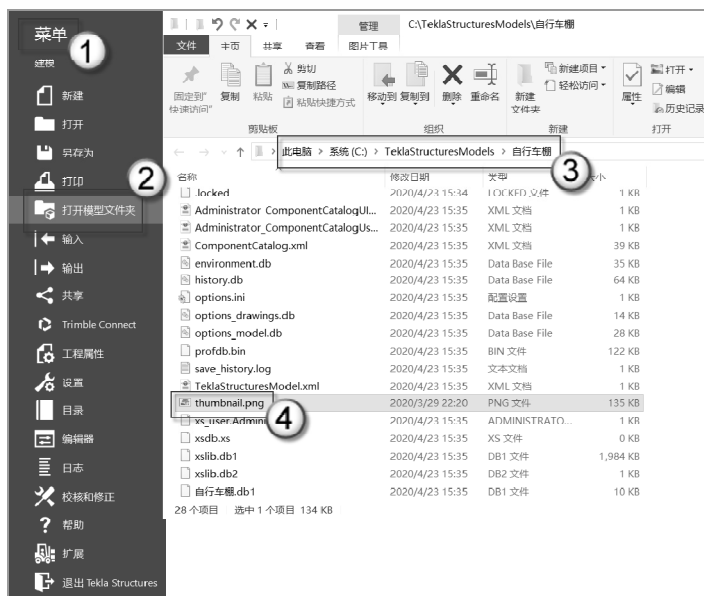

图 1.4 复制 thumbnail.png 文件
(4) 增加缩略图。选择“菜单”|“打开模型文件夹”命令，打开本项目所在的文件夹，路径为 C:\TeklaStructuresModels\自行车棚，将配套下载资源中的 thumbnail.png 文件复制进来，如图 1.4 所示。